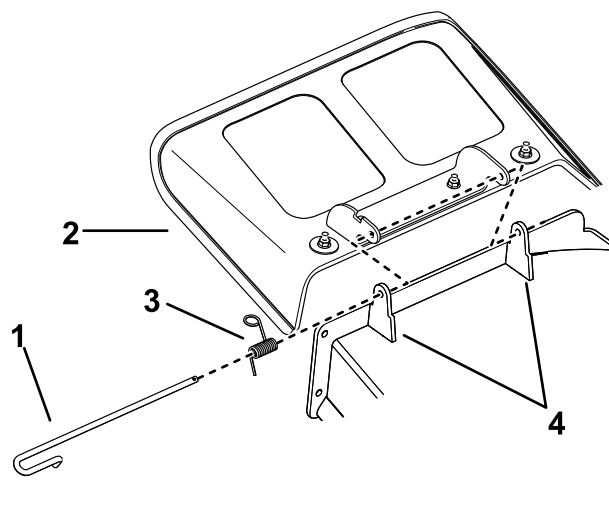

Рисунок 78
1. Извлеките шплинт из конца стержня (Рисунок 78).
2. Освободите пружину из выемки в кронштейне отражателя и выдвиньте стержень из приваренных кронштейнов деки, пружины и отражателя выброса (Рисунок 78).
9. Вставьте шплинт в конец стержня (Рисунок 78).